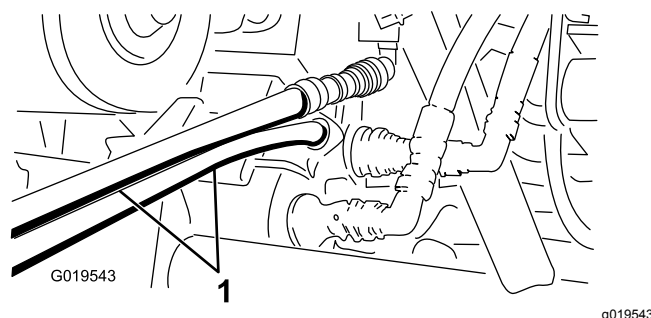

图 85
5. 在另一台机器上将 2 个软管连接至仍在联轴器支架上的联轴器将顶部软管连接到顶部联轴器将底部软管连接至底部联轴器图 85。